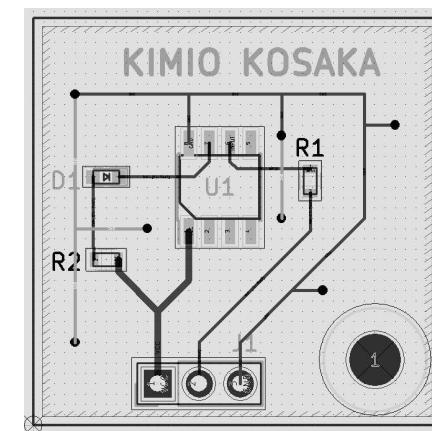

図 10-27
- ① 左ツールバー 「ゾーンの塗りつぶし領域を非表示」を選択します。
- ② 右ツールバー 「配線とビアの追加」を選択し配線レイヤー F.Cu を選択します。
- ③ 配線幅 0.2mm で既存の GND ラインから配線を引き出します。
- ④ 貫通ビアを置きたいところでショートカット V を入力しビアを配置します。図 10-27
- ⑤ 次に配置したい場所まで配線を引き延ばし上記④によりビアを配置します。
- ④～⑤を繰り返して必要な場所に貫通ビアを配置します。
- ⑥ 貫通ビアを配置してビアをダブルクリックすると配置配線を中断することができます。
- ⑦ 貫通ビアを配置し終わったら、もう一度 DRC を実行します。